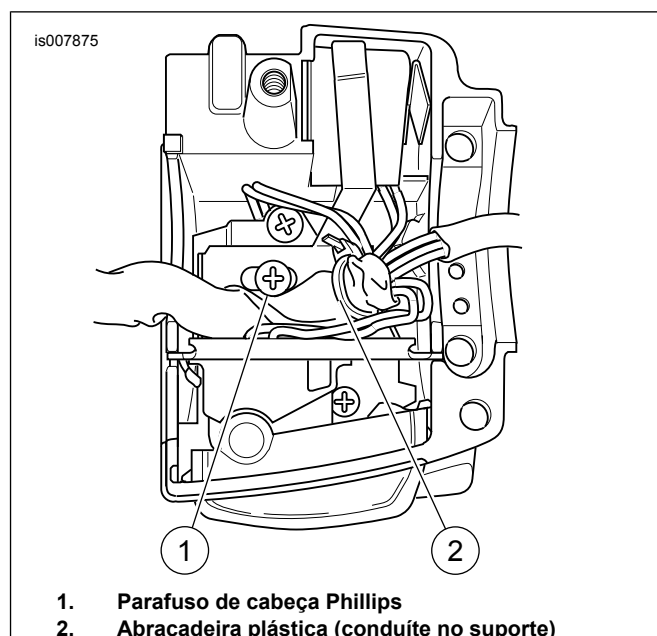

Figura 4. Abraçadeira do interruptor do lado direito do guidom
1. Veja a Figura 4. Corte com cuidado a abraçadeira plástica (2) que segura o conduíte da fiação no suporte do interruptor do pisca-pisca.
2. Remova o parafuso Phillips (1) próximo do suporte no centro da estrutura.
6. Pressione o interruptor para baixo para que assente no fundo contra a estrutura e os fios passem pela ranhura (6) na base da cavidade. Com o lado côncavo voltado para fora, insira a cunha entre o interruptor e o lado externo da estrutura dos interruptores. Pressione a cunha para baixo até que assente contra a estrutura. Verifique se a haste ainda está perpendicular ao furo e coloque uma gota de selante à base de silicone no canto superior da cunha.
7. Para conectar o suporte superior à estrutura: Veja a Figura 4. Insira a extremidade chanfrada de uma abraçadeira plástica **nova** no furo redondo do lado direito traseiro do suporte do interruptor do pisca-pisca. Passe a parte traseira da abraçadeira através do furo do lado direito frontal. O furo retangular destina-se ao parafuso do suporte. Instale o interruptor do pisca-pisca na estrutura cromada. Alinhe o furo retangular do suporte com o furo rosqueado da porca soldada do suporte inferior. Certifique-se de que o suporte esteja totalmente encaixado. As lingüetas em cada lado do suporte são capturadas nas ranhuras fundidas na estrutura dos interruptores.